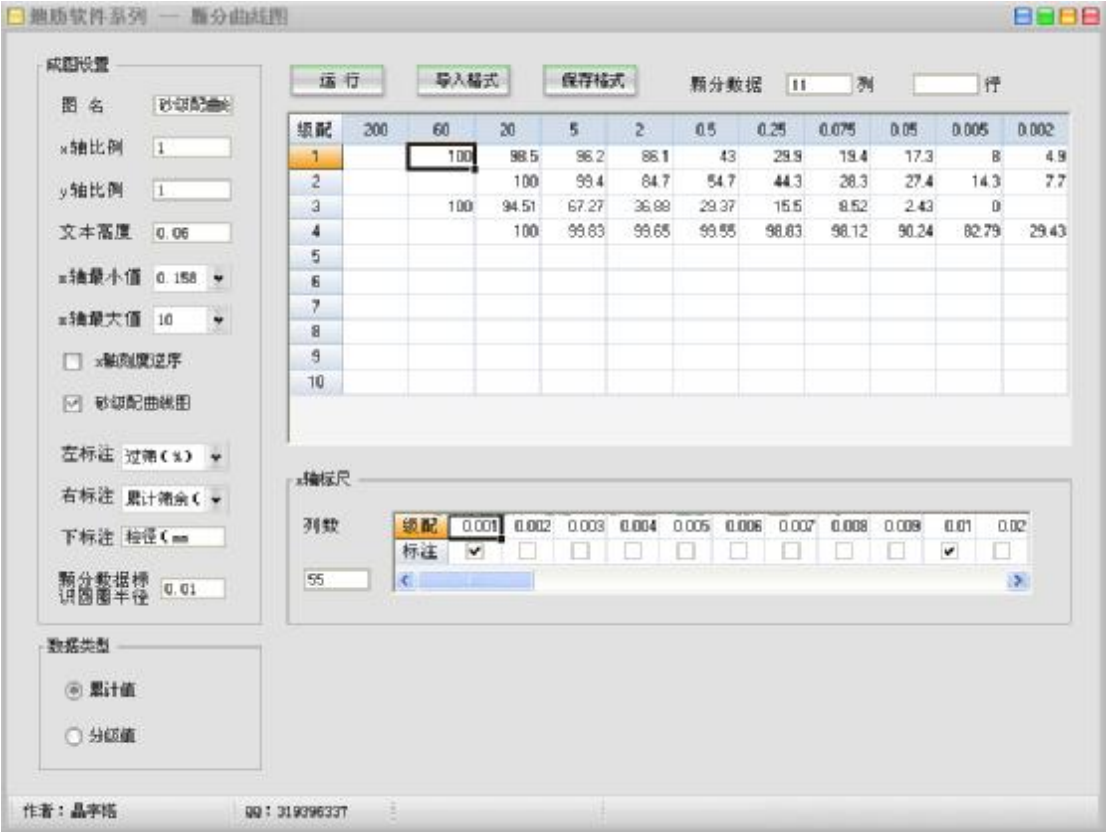

图 1 软件主窗口
- (1) 图名：成图名称，显示于图形正上方。
- (2) x、y 轴比例：横向和纵向成图比例，数值非零。
- (3) 文本高度：图形内文本的高度，包括 x、y 轴标注。
- (4) x 轴最小、大值：x 轴绘图范围，当最小值大于数据表格（图 1 右上角表格）内的级配最小值时，取级配最小值为绘图 x 轴最小值；当最大值小于数据表格内的级配最大值时，取级配最大值为绘图 x 轴最大值。
- (5) x 轴刻度逆序：控制正反向绘制。
- (6) 砂级配曲线图：绘制水利水电工程天然建筑材料勘察规程（SL251-2000）中的砂级配曲线图。选取该项时，x 轴最小值为 0.158，x 轴最大值为 10，x 轴刻度为正序，左标注为“过筛（%）”，右标注为“累计筛余（%）”，下标注为“粒径（mm）”。
- (7) 左标注：绘图框左边 y 轴名称。
- (8) 右标注：绘图框右边 y 轴名称。
- (9) 下标注：绘图框 x 轴名称。
- (10) 颗分数据标识圆圈半径：颗分数据点用圆圈表示，该项控制圆圈大小。
- (11) 颗分数据类型：由试验单位提供的数据，有些是累计值、有些是分级值。
- (12) 导入格式：导入颗分数据的格式。